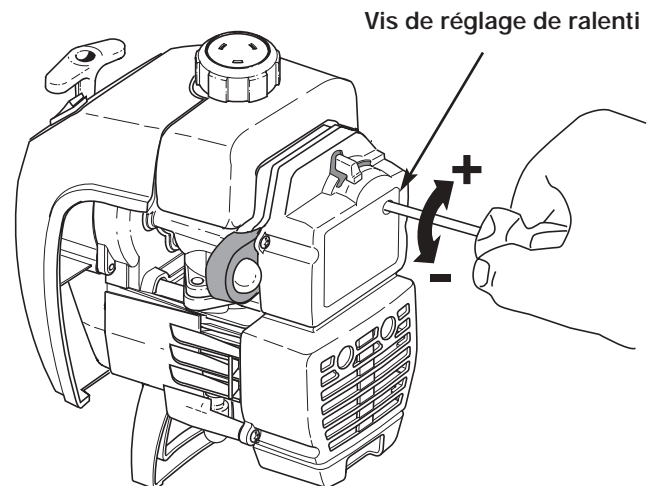

Figure 28
Le régime ralenti du moteur est réglable par le couvercle du filtre à air/silencieux (Fig. 28).
2. Relâchez le levier d'accélérateur et laissez le moteur au ralenti. Si le moteur s'arrête, insérez un petit tournevis à embout cruciforme ou à tête plate dans le trou du couvercle du filtre à air/silencieux (Fig. 28). Vissez la vis de ralenti de 1/8 de tour à la fois (selon le besoin) jusqu'à ce que le moteur se mette bien au ralenti.